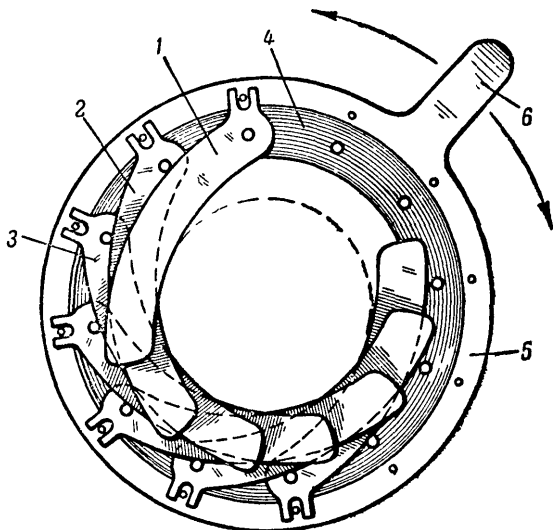

Рис. 12. Схема устройства ирисовой диафрагмы:
Диафрагмы современных фотоаппаратов устроены следующим образом (рис. 12). Большое количество тонких стальных листочков (1, 2, 3 и т. д. — на рисунке показаны только семь), перекрывающих друг друга, укреплены на штифтах, находящихся в кольце (4). Внешнее кольцо (5) — подвижное; при передвижении его за рукоятку (6) в направлении стрелок можно заставить все листочки либо одновременно сходиться концами к центру, либо расходиться к окружности. В первом случае центральное отверстие будет уменьшаться, а во втором — увеличиваться. То, что отверстие получается не круглым,